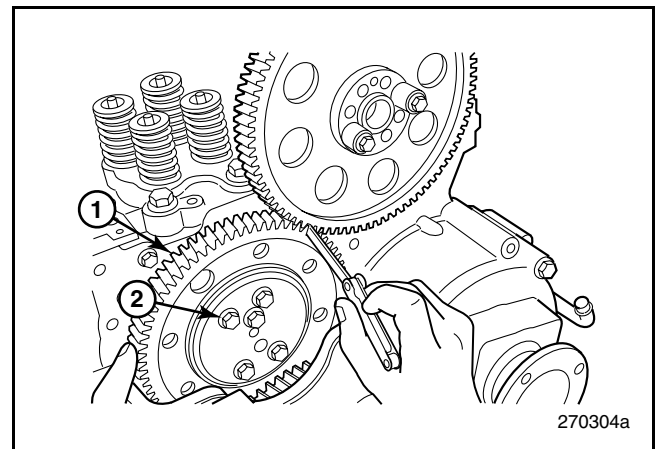

Figura 27 — Ajuste de la holgura lateral del engranaje del ralentizador
- Introduzca un indicador de 0.1 mm (0.004 pulgadas) de espesor en el lado de presión del ralentizador y de los dientes del engranaje del cigüeñal (Figura 27).